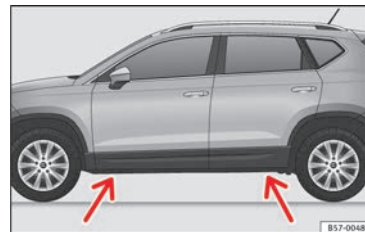

Fig. 72 Travessa: marcas.
- Procure na longarina a marca do ponto de apoio do macaco (zona afundada) mais próximo da roda a substituir » » » **Fig. 72**.